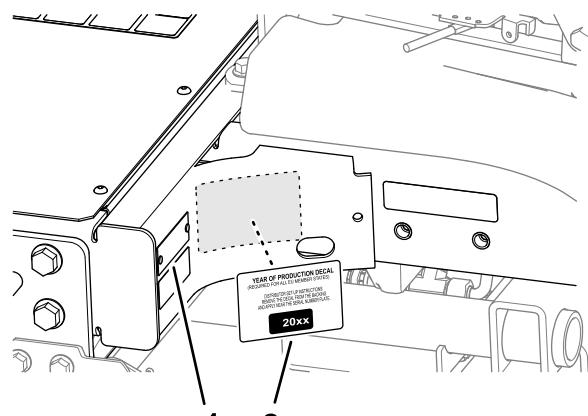

Figure 36
1. Utilisez de l'alcool pour nettoyer le cadre gauche près de la plaque du numéro de modèle/série, et laissez sécher le cadre (Figure 36).
2. Retirez la pellicule protectrice au dos de l'autocollant de l'année de production et apposez-le sur le cadre, près de la plaque du numéro de série, comme montré à la Figure 36.